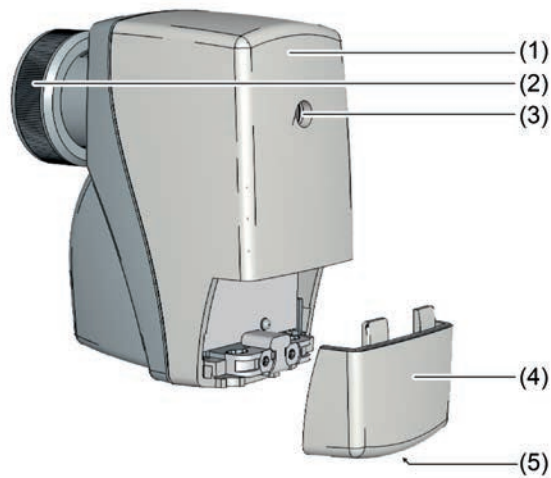

Bild 1: Geräteaufbau, Frontansicht
- Rändelmutter (Bild 1) aufschrauben und handfest anziehen (b).
- Rändelmutter (Bild 1) lösen (a).